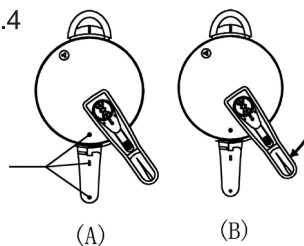

Fig.5
- Aclarar la olla a presión lentamente con agua fría hasta que la válvula controladora baje. A continuación, puede abrir la tapa de la forma descrita anteriormente (Fig.5). Para que los alimentos no se cuezan demasiado tiempo o si desea abrir la tapa durante la cocción, se debe enfriar la olla rápidamente. Coloque la olla en una superficie estable y bajo agua corriente fría. Tenga cuidado de no mojar directamente las válvulas. El flujo de agua no debe ser demasiado fuerte.